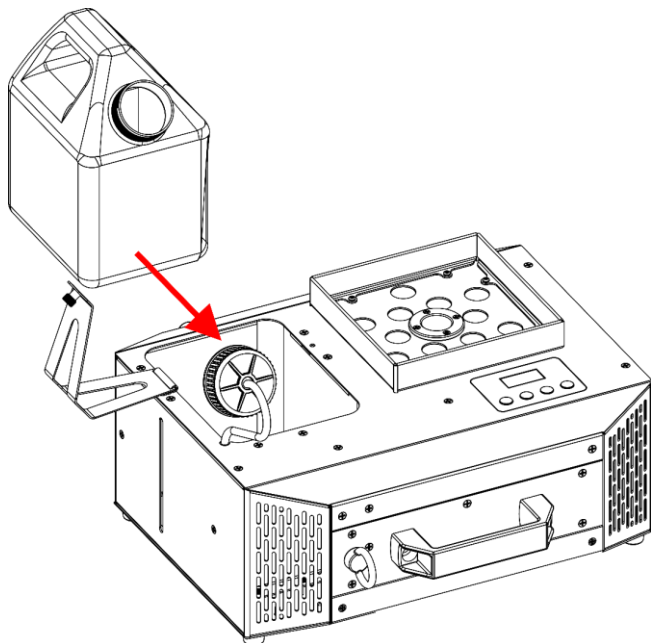

Fig. 34
- 09) Reinserire il **serbatoio del liquido (02)** nel dispositivo, come mostrato nella Fig. 34.